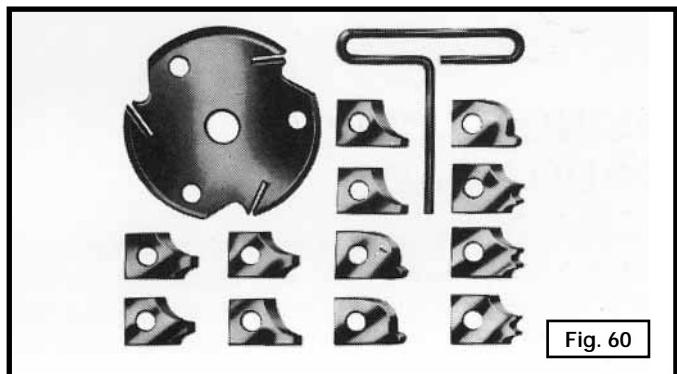

Fig. 60
- La figure 60 montre une fraise à moulurer (A) assemblé sur l'axe de la scie. De plus, utiliser l'insert de table accessoire (B) pour la fraise à moulurer au lieu de l'insert standard de la table.